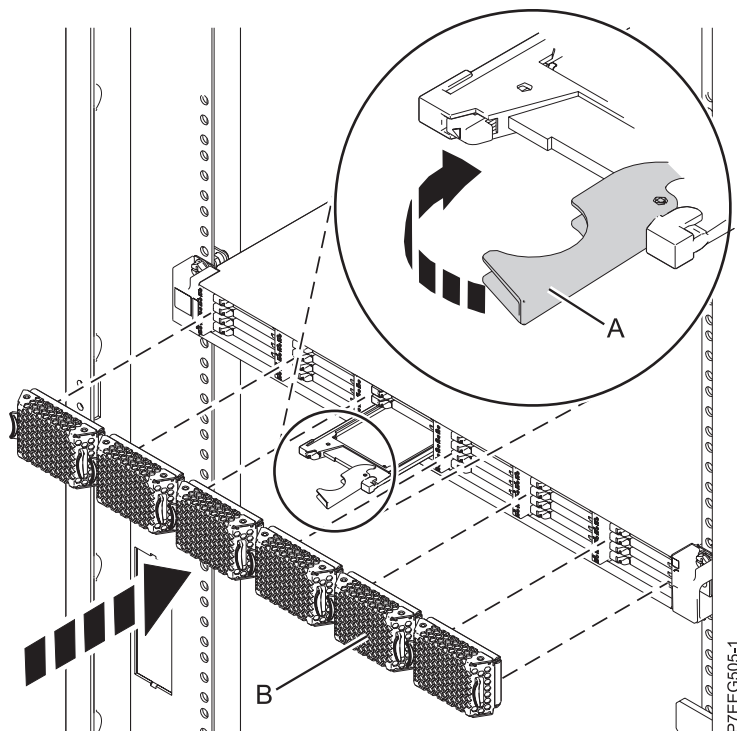

Figura 4. Instalación de una unidad de estado sólido en Alojamiento de almacenamiento PCIe de EDR1
1. Con el asa en la posición de desbloqueo, alinee la unidad de estado sólido con los rieles de guía del alojamiento. Consulte Figura 4 en la página 10.
5. Gire el asa (A) hasta la posición de bloqueo.
6. Instale la placa frontal (B).